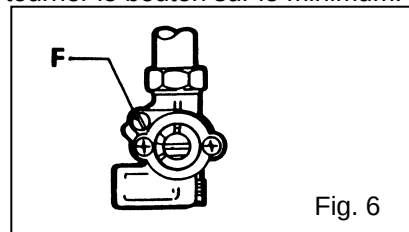

Fig. 6
- En cas d'utilisation de gaz méthane (G20/G25), tourner la vis "F" de réglage du minimum (Fig. 6) jusqu'à obtenir une flamme réduite mais suffisamment stable et homogène. En cas de GPL (G30/G31), serrer à fond la vis du minimum (le diamètre de by-pass relatif est indiqué au tableau 2).